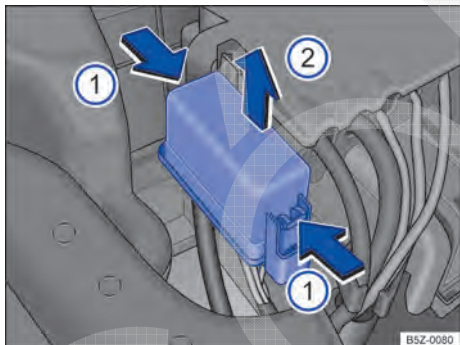

Fig. 146 No compartimento do motor: retirar cobertura da caixa de fusíveis.
- Pressionar as travas no sentido da seta ① para destravar a cobertura da caixa de fusíveis → Fig. 146.
- Remover a cobertura por cima ②.
- Para a **instalação**, colocar a cobertura sobre a caixa de fusíveis. Pressionar a cobertura para baixo, no sentido contrário ao da seta ②, até que trave de forma audível.